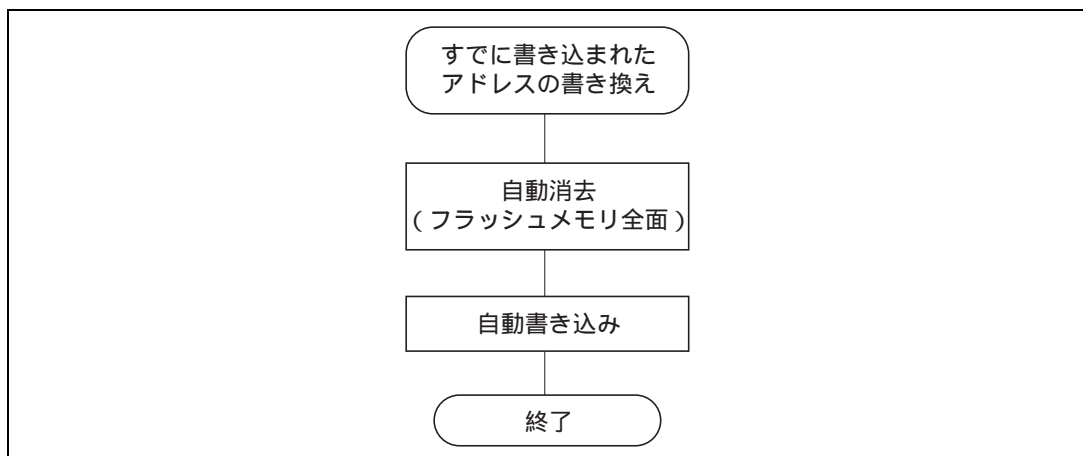

図 17.35 すでに書き込まれたアドレスへの書き換え
- (1) すでに書き込まれたアドレスへの書き換えは、自動消去を行ったあとに自動書き込みをしてください。(図17.35参照)
- (2) オンボードプログラムモードにて書き込み/消去を行ったチップに対して、ライトモードを用いて書き換えを行う場合は、自動消去を行ったあとに自動書き込みを行うことを推奨します。